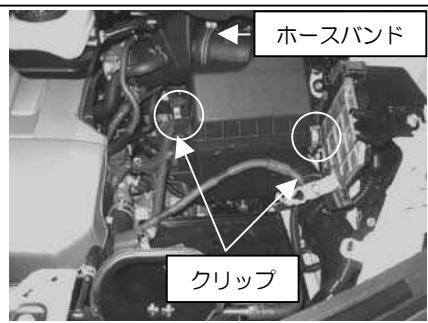

図2
- ②エアフロカプラー、クリップを外し、ホースバンドを緩めクリーナーBOX上側を外します。図2参照